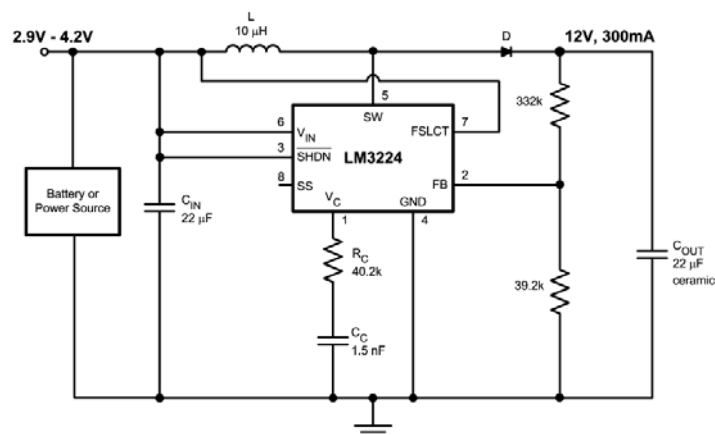

图 3 3.3V-12V
输出电压由 feedback 管脚通过一个分压电阻连接到输出端, 如图 3 所示。Feedback 管脚电压为恒定的 1.26V, 因此反馈电阻的比率可以设置输出电压的大小, 它们之间有如下关系式:
3.4 3.3V 转 12V 的电路图如图 3